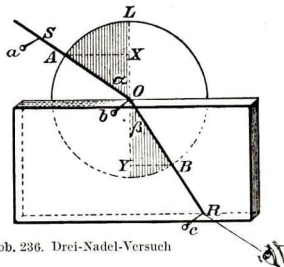

Abb. 236. Drei-Nadel-Versuch
4. Bestimme die Brechungszahl einer Glasplatte (Abb. 236) durch den Drei-Nadel-Versuch!